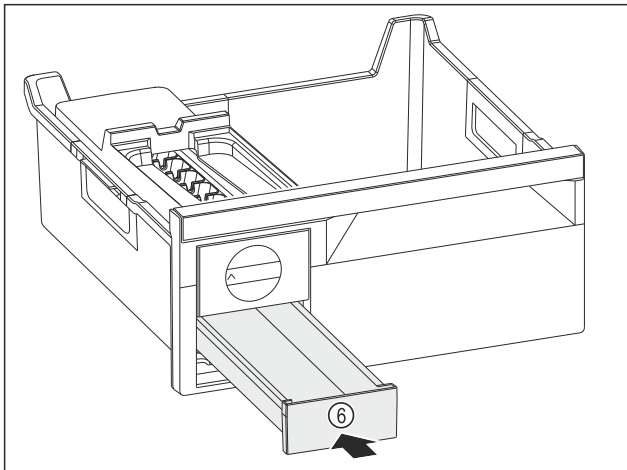

Fig. 82
- Zásuvku na kostky ledu Fig. 82 (6) zasuněte.